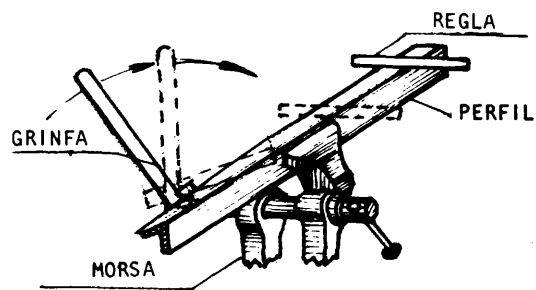

Fig. 4
cerca posible de la deformación (fig.4).*
- b Enderece el perfil haciendo girar la grifa en sentido contrario a la torcedura. (fig. 4).